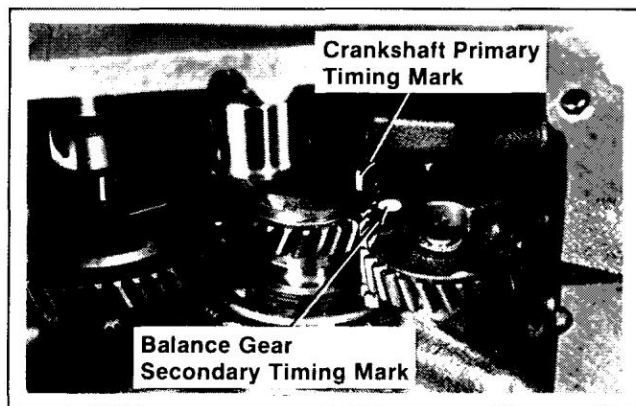

Figure 12-16. Vérification de l'alignement du vilebrequin et du balancier.
- Le repère de calage primaire sur le vilebrequin doit s'aligner avec le repère de calage secondaire sur le pignon d'équilibrage inférieur. Reportez-vous à la Figure 12-16.
- Le repère primaire sur le vilebrequin doit s'aligner avec le repère de distribution secondaire sur le pignon d'équilibrage inférieur. Reportez-vous à la Figure 12-16.